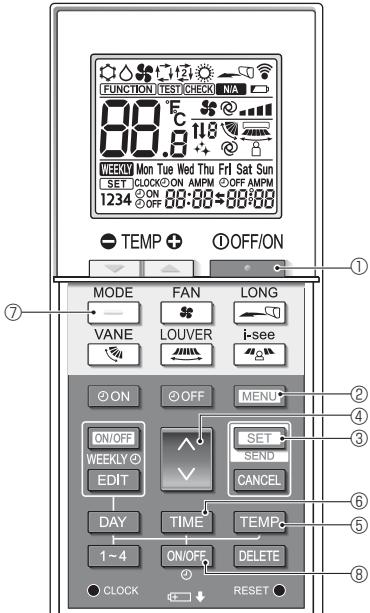
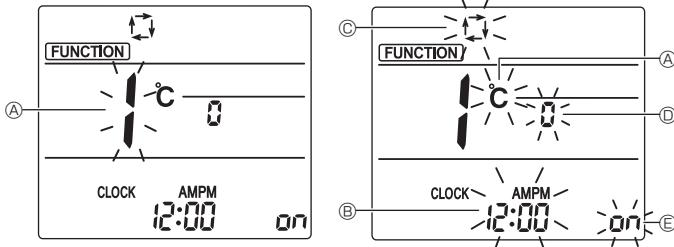
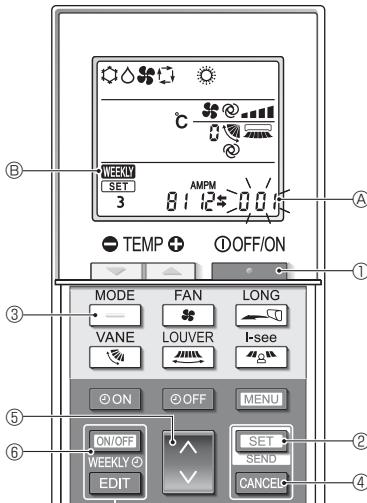

Fig. 4-10
Fig. 4-11
Fig. 4-12
- Prima o botão ① para parar o aparelho de ar condicionado.
- Prima o botão ②.
- O ecrã de definições Function (Função) é apresentado e o número da função ④ pisca. (Fig. 4-10)
- Certifique-se de que é apresentado o número da função "1" e, em seguida, prima o botão ③.
- Será apresentado o ecrã de definições do modo de visualização do ecrã. (Fig. 4-11)
- Prima o botão ⑤ para alterar o número da função.
4.12.2. Alterar a unidade de temperatura (Fig. 4-11 Ⓐ)
- Prima o botão (TEMPERATURA) ⑤.
- Sempre que o botão (TEMPERATURA) ⑤ é premido, a definição alterna entre e .
4.12.3. Alterar a apresentação da hora (Fig. 4-11 Ⓑ)
- Prima o botão (HORA) ⑥.
- Sempre que o botão (HORA) ⑥ é premido, a definição alterna entre e .
4.12.4. Alterar o modo AUTO (AUTOMÁTICO) (Fig. 4-11 Ⓒ)
- Prima o botão (AUTOMÁTICO) ⑦.
- Sempre que o botão (AUTOMÁTICO) ⑦ é premido, a definição alterna entre e .
4.12.5. Alterar o número de par (Fig. 4-11 Ⓓ)
- Prima o botão ④.
- Sempre que o botão ④ é premido, o número de par 0-3 muda.
- Prima o botão ⑧.
- Sempre que o botão ⑧ é premido, a definição alterna entre e .
- Prima o botão ③.
- O número da função ④ fica intermitente. (Fig. 4-10)
4.12.8. Como desactivar o modo Auto (Fig. 4-12)
- Se o temporizador semanal estiver activo, prima o botão ⑥ para desactivar o temporizador. (⑨ desaparece.)
- Prima o botão ② durante 5 segundos.
- A unidade entra no modo de definição de funções. (O número de definição do modelo do grupo ④ pisca.)
- Prima o botão ⑤.
- Concluir as definições (Fig. 4-12)